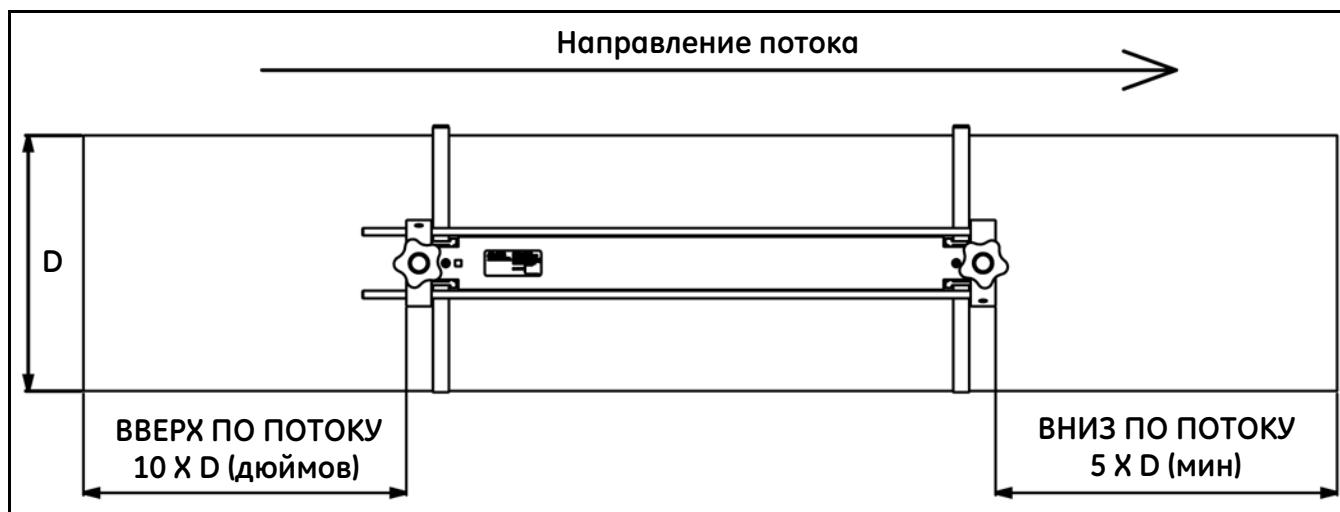

Рисунок 7: Расположение датчика AT600
- a. Выберите местоположение на достаточно прямом участке; см. Рисунок 7 на стр. 7.